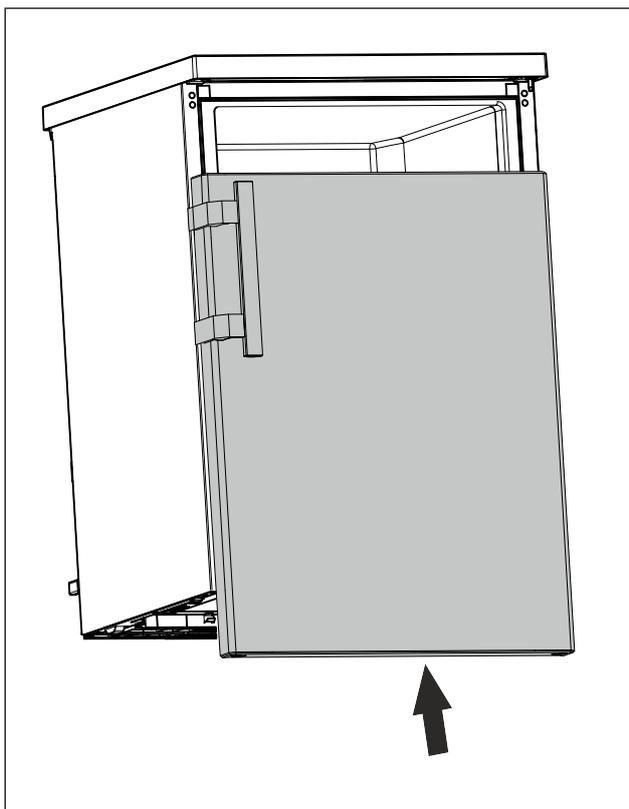

Fig. 19
- ▶ Deslizar la puerta sobre el perno superior cuando esté cerrada. (consulte Fig. 19)